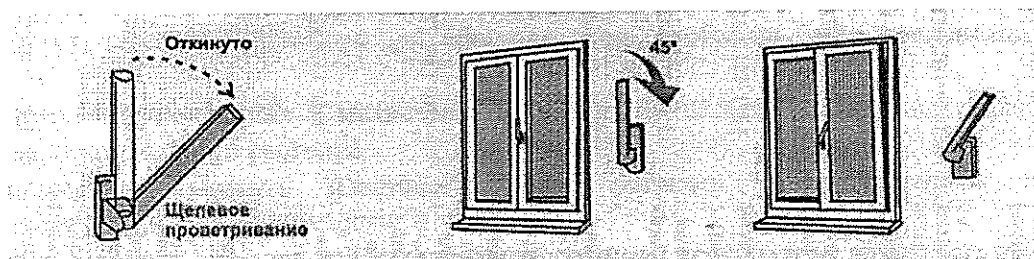

Рис.3
5. Для перевода створки в положение «Проветривание» ручку поворачивают из положения «Откинута» в положение «Проветривание» на 45 градусов (см. Рис. 3) При этом створка окна (после небольшого поворота относительно нижней горизонтальной оси) фиксируется, будучи неплотно прижатой к раме окна сверху. Зазор между рамой окна и створкой (в верхней части) в данном режиме может составлять от 5 до 10мм. и регулируется небольшим поворотом ручки (щелевой режим).